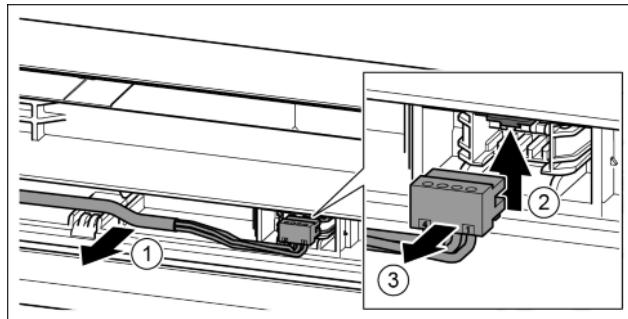

Fig. 19
- ▶ Осторожно высвободить серый кабель из направляющей в двери. *Fig. 19 (1)*
- ▶ Отжать соединительную накладку вверх. *Fig. 19 (2)*
- ▶ Осторожно извлечь штекер. *Fig. 19 (3)*